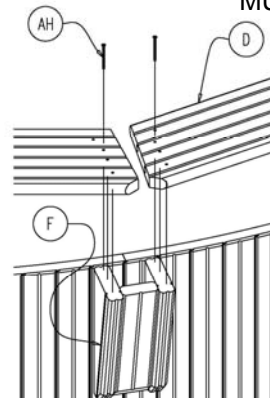

Figure 12.2
Fixez cette extrémité par le dessus. Par la suite, fixez l'autre extrémité sur les colonnes (F) avec des vis (AH) (Figure 12.2).
Tel qu'illustré aux figures 12.2 et 12.3, fixez la partie intérieure des margelles en premier et, une fois qu'elles sont toutes placées, visser la partie arrière.